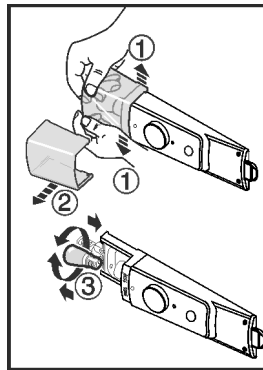

Fig. 14
- ▶ Extindeți apărătoarea lămpii dinspre interior, conform figurii, în partea din față Fig. 14 (1) și extrageți-o în lateral Fig. 14 (2).
- ▶ Înlocuiți lampa. Fig. 14 (3)